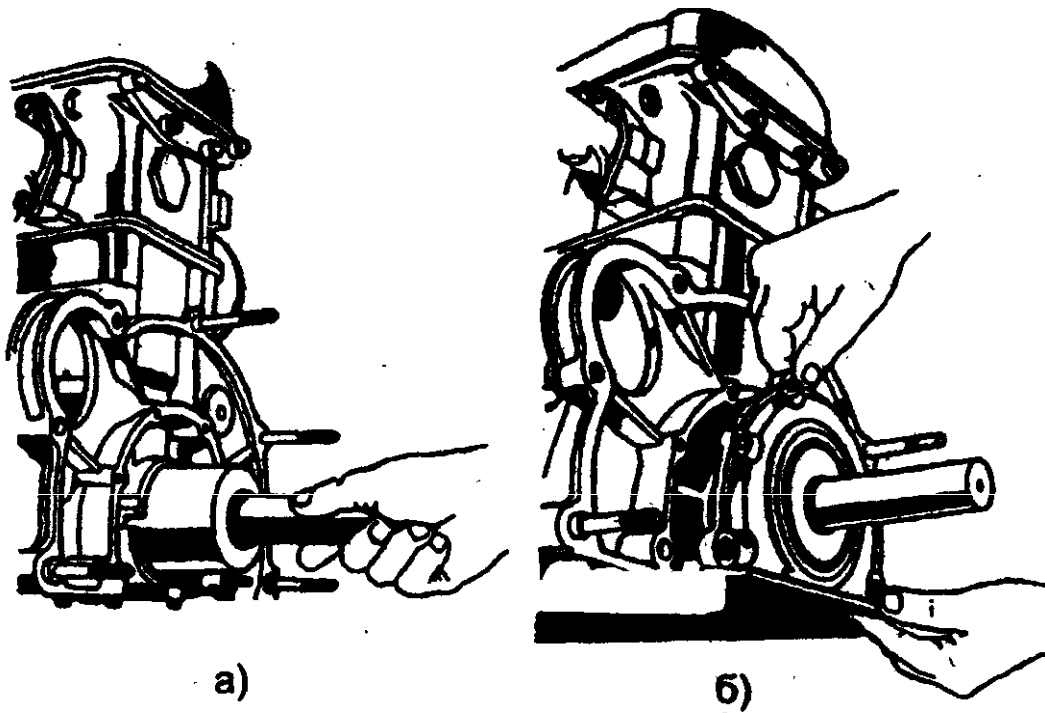

Рис. 94. Установка крышки задней манжеты двигателя с помощью оправки:
- надеть крышку с манжетой на оправку (рис. 94), передвинуть крышку с оправки на фланец коленчатого вала и прикрепить ее болтами к блоку цилиндров;